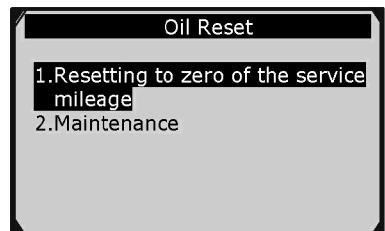

Рисунок 7-11
-- В меню **Oil Reset [Сброс данных замены масла]** (см. рисунок 7-11) выберите функцию **Maintenance [Техническое обслуживание]**, а затем нажмите **кнопку OK**. На дисплее сканера появится информация об обслуживании автомобиля. Объем информации зависит от модели диагностируемого автомобиля.